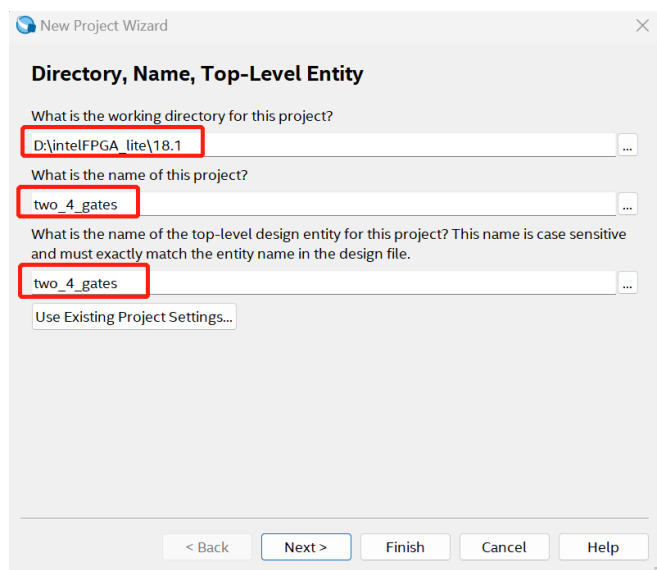

图 1-4 工程命名
- 3) 为新工程指定一个存放的路径、工程文件命名以及顶层文件名。本实验将工程命名为“two_4_gates”，然后点击“Next”，如图 1-4 所示。